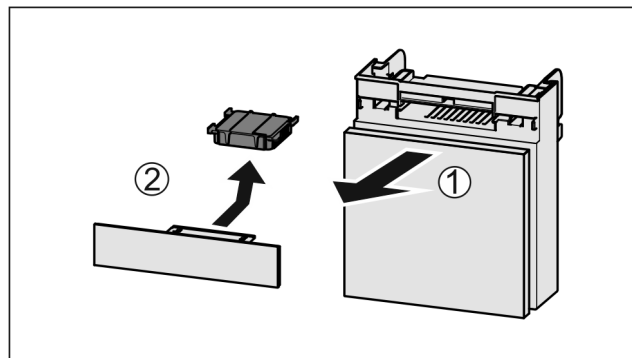

Fig. 42
- ▶ Vytiahnite zásuvku smerom dopredu Fig. 42 (1).
- ▶ Vyberte aktívny uhlíkový filter Fig. 42 (2).